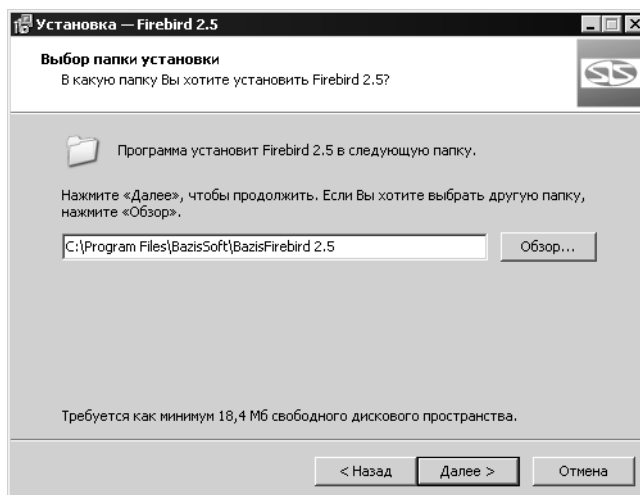

Рис. 1.9.
2. Укажите папку установки СУБД (рис. 1.9).